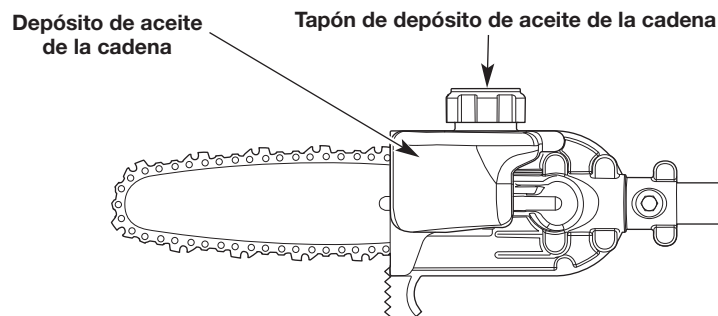

Fig. 2
2. Saque el tapón del depósito de aceite de la cadena (Fig. 2).
4. Vierta el aceite en el depósito de la cadena hasta llenarlo (Fig. 2).